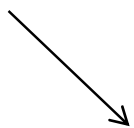

Fig. 7
2. Repérer la "fossette" dans la dépression au centre de la plateforme de la camionnette. À l'aide de la scie-cloche 3-1/2 po, percer un trou à l'emplacement indiqué à la Figure 7 ci-dessous.
5. Une fois l'attelage col-de-cygne *REESE® Elite™ Series* monté en laissant du jeu, repérer le collet dans le trou 3-1/2 po qui a été percé. Voir la figure 7.